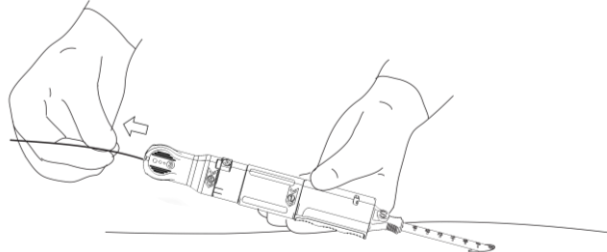

Abbildung 14. Entfernen des Führungsdrahts.
- a. Die mit „3“ gekennzeichnete Markierung ausfindig machen und den Führungsdraht vollständig aus dem Patienten und dem PerQseal®-Gefäßverschlussystem entfernen. Der Führungsdraht kann von einem Assistenten entfernt werden. Abbildung 14.